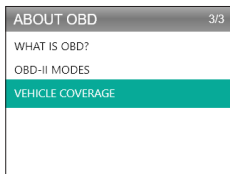

Abbildung 9.1.2
2. Wählen Sie ÜBER OBD (siehe Abbildung 9.1.2) und drücken Sie [OK]. Es kommen drei Optionen, darunter WAS IST OBD? (Allgemeine OBD-Informationen, OBDII-MODI, FAHRZEUGABDECKUNG, unterstützte Modelle und mehr).